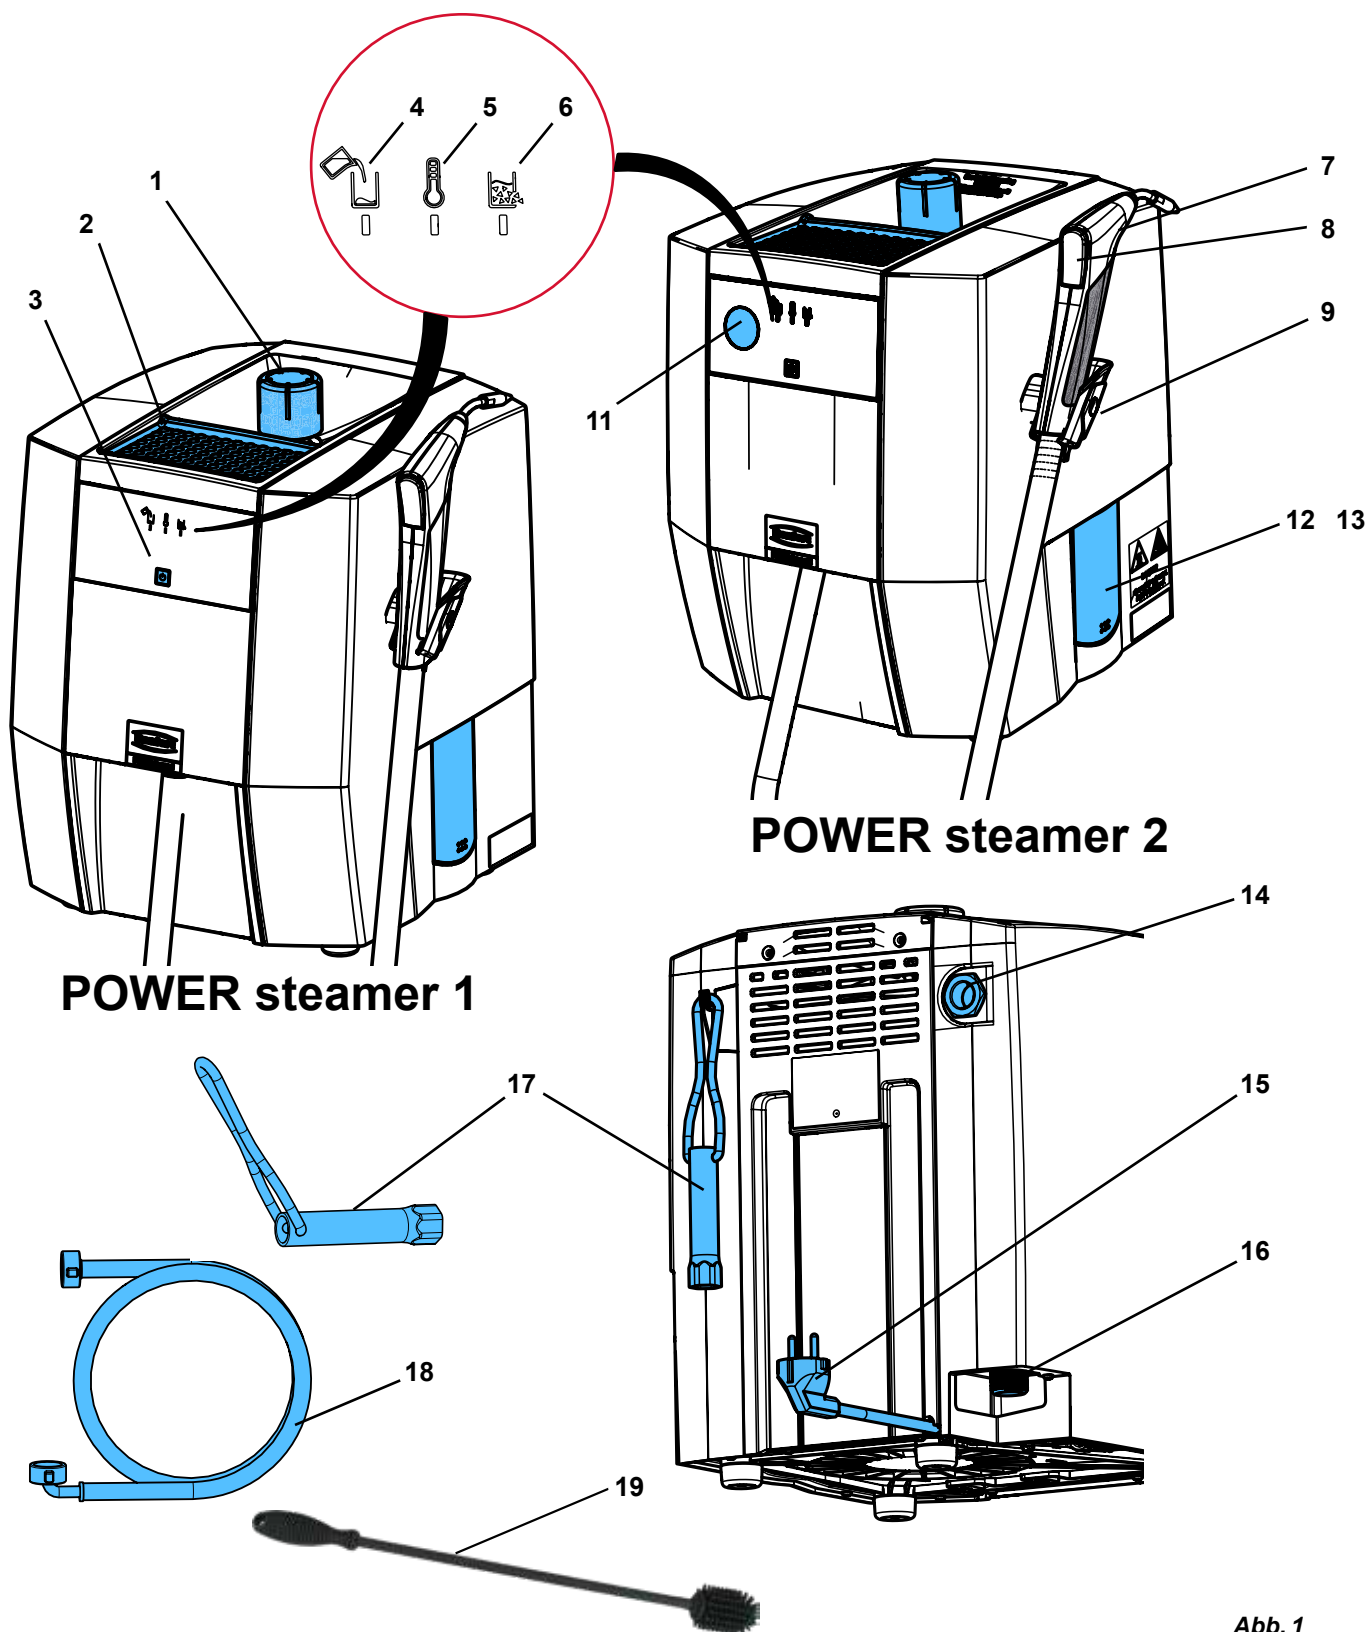

Abb. 1
- ▶ Gerät so aufstellen, dass bei einem Dampfaustritt aus der Überdruckventil-Auslassöffnung (14, Abb. 1) keine Gefährdung entsteht.
Auf der Modellablage (2, Abb. 1) können Gipsmodelle oder Einbettmassen-Modelle zum Trocknen abgelegt werden.
⇒ Tankverschluss (1, Abb. 1) einschrauben.
**Gerät so aufstellen, dass bei einem Dampfaustritt aus der Überdruckventil-Auslassöffnung (14, Abb. 1) keine Gefährdung entsteht (z. B. Gerät nicht vor einer Steckdose aufstellen).**
**Die Überdruckventil-Auslassöffnung (14, Abb. 1) darf nicht verschlossen oder in irgendeiner Weise blockiert werden.**
Dazu Tankverschluss (1, Abb. 1) öffnen und entfernen.**
- ⇒ Gerät so aufstellen, dass Wasser aus der Revisionsöffnung (12/13, Abb. 1) in ein Becken fließen kann.